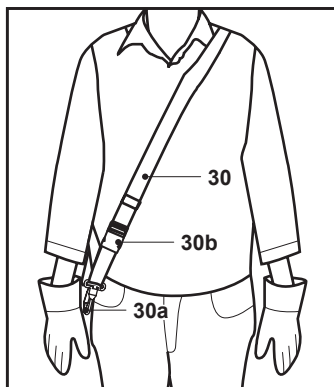

Fig. 20
1. Pune-ți hamul (30) astfel încât să treacă peste umărul stâng, traversând pieptul și spatele în diagonală. Clema de fixare (30a) trebuie să se afle pe soldul drept. Accesoriul de eliberare rapidă (30b) trebuie să fie în față (fig. 20).